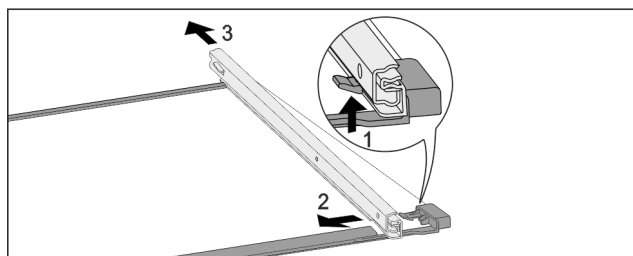

Fig. 265 带轨道的玻璃隔板
- ▶ 向上按前端的锁定钩。 Fig. 265 (1)
- ▶ 将牵伸轨推向一侧 Fig. 265 (2)，然后向后 Fig. 265 (3) 推。